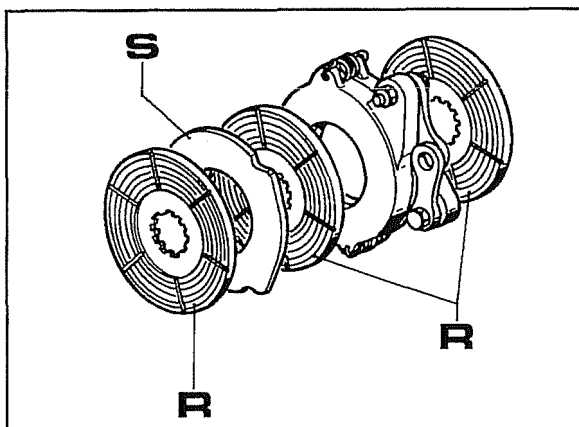

Fig. 22
- La fig.22 rappresenta una massa frenante completa riscontrabile su macchina fino al numero di telaio C467493.